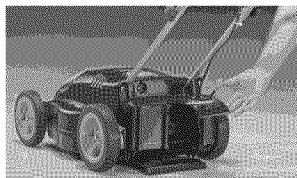

Figure 9 - Protecteur de l'orifice de sortie
2. Soulevez le protecteur à charnières de la sortie à l'arrière de la tondeuse (voir la Figure 9).